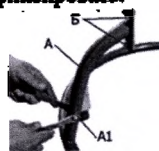

рис. 9
3. Установить раму из конструкционного профиля в рабочее положение - в один из пазов конструкционного профиля вставить 2 крепежных элемента (В1), расположенных на опорной стойке (рис.9). Перемещая раму вверх-вниз относительно опорной стойки выбрать необходимое положение, закрутить винты (В) используя шестигранный ключ (рис. 9,10).
1) Регулировка высоты рамы (рис. 9,10)
2) Регулировка положения ручек (рис. 9,10, 12,13)
На задней стороне рамы необходимо ослабить (не выкручивая до конца) крепежные элементы (В) с помощью шестигранного ключа (рис.9,10)
Изменить высоту рамы перемещая ее вверх-вниз относительно опорной стойки (А). Зафиксировать выбранное положение рамы, надежно и тщательно закрутив крепежные элементы (В) с помощью шестигранного ключа (рис.9,10).